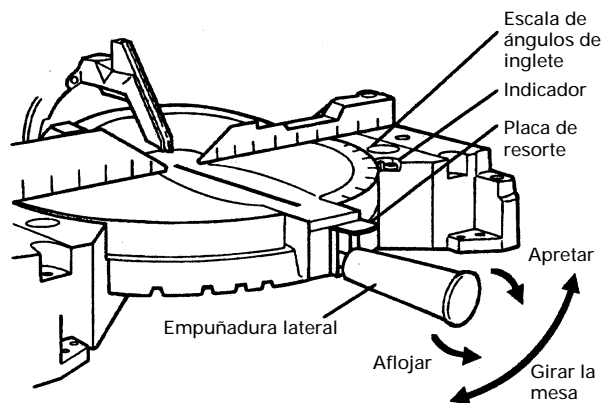

Fig. 22
- (1) Afloje la empuñadura lateral y tire de la placa de resorte.
- (2) Ajuste la mesa hasta que el indicador se alinee con el ajuste deseado en la escala de ángulos de ingletes, tal como se observa en la Fig.22.
- (3) Reapriete la empuñadura lateral para asegurar la mesa en la posición deseada.